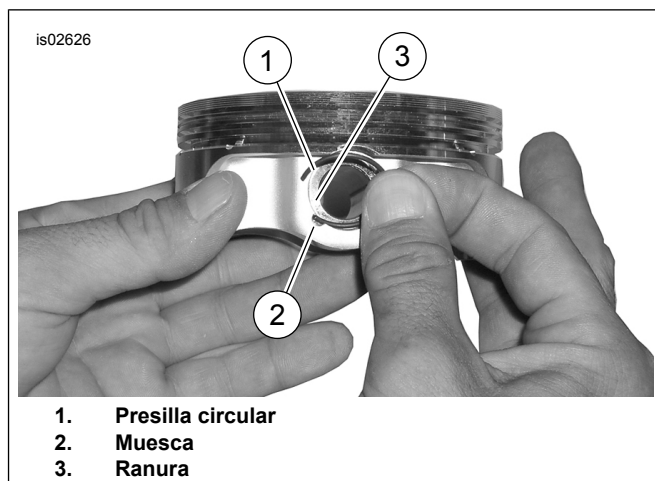

Figura 3. Presilla circular y pistón
- Vea Figura 3 . Inserte el extremo abierto del anillo de seguridad (1) en la muesca (2) en la ranura (3) alrededor del saliente del pasador del pistón de modo que el espacio esté en la posición de las 12:00 o 6:00 en punto cuando esté instalado.